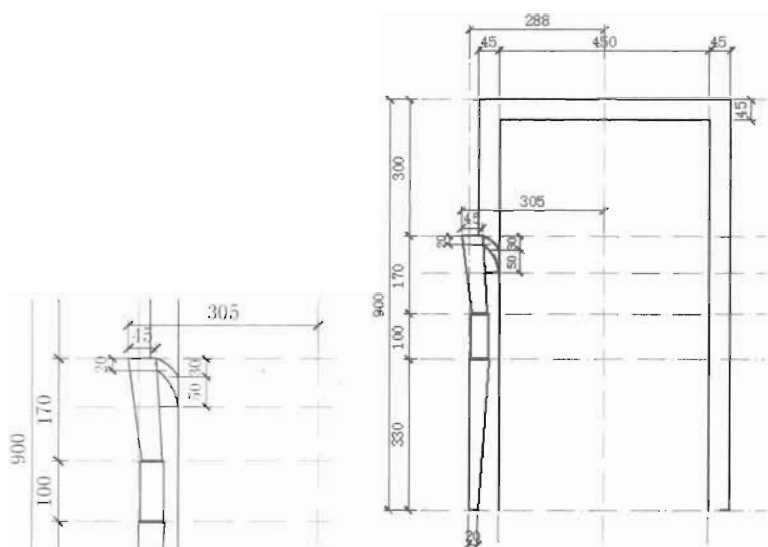

图 6-75
(8) 将与扶顶部对齐的辅助线分别向下偏移 20mm、30mm 和 80mm, 然后单击“绘图”工具栏中的“圆弧”按钮, 捕捉辅助线的交点绘制两条圆弧, 绘制出扶手的侧面, 如图 6-75 所示。